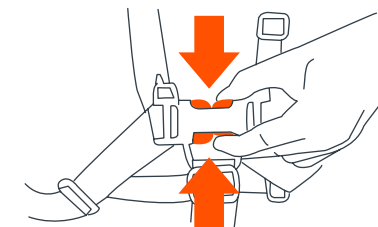

Fig. 14b
- Para soltarlas, presione el Botón Rojo en el Broche Central y se desprenderán las dos Hebillas del Arnés (Fig. 14b). Este proceso requiere una cantidad moderada de esfuerzo a fin de evitar que su hijo se suelte accidentalmente.